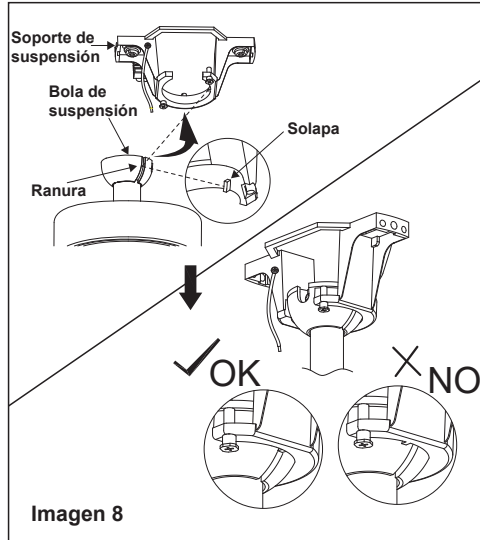

Imagen 8
Paso 6. Levante con cuidado el conjunto y apoye la bola de suspensión del conjunto de la barra de bajada en el soporte de suspensión fijado a la caja de salida. Asegúrese de que la ranura de la bola de suspensión esté alineada con la lengüeta del soporte de suspensión. (Imagen 8)